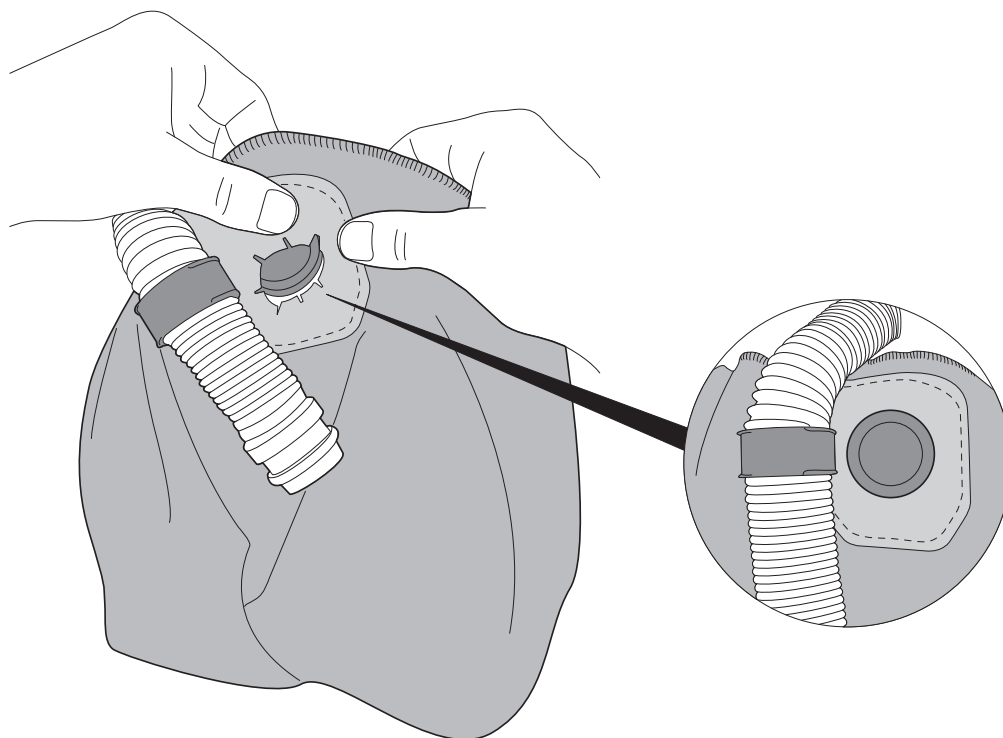

Fig. 29e
- d. Pousser le bouton à cliquet de la coiffe dans le trou circulaire à l'arrière de la cagoule (Fig. 29e).